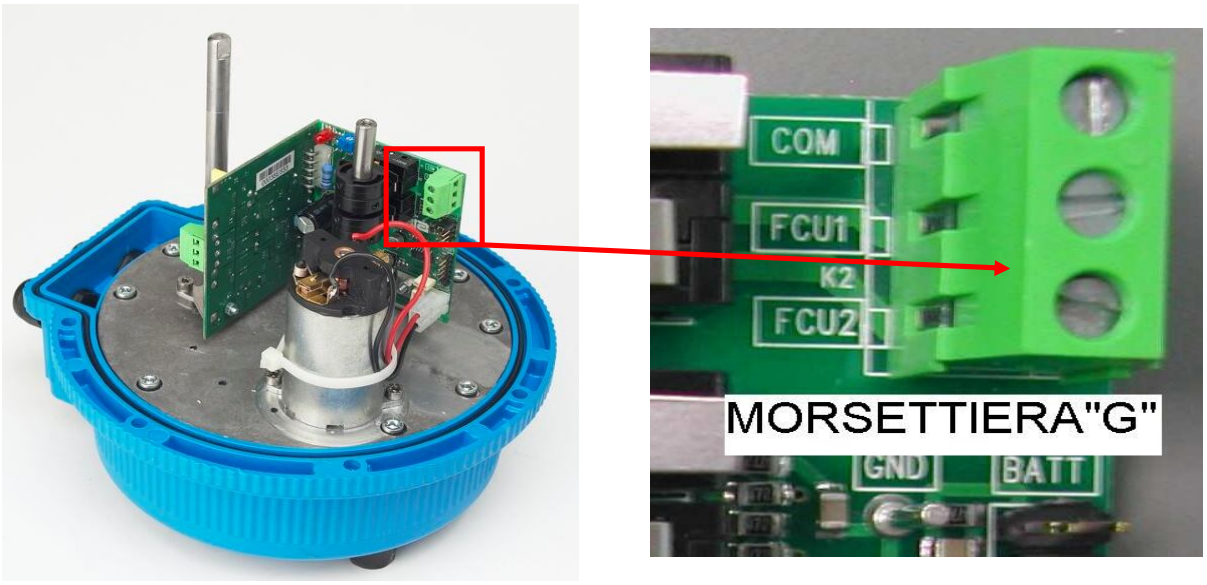

Fig.4 Scheda di controllo e particolare del morsetto “G”
- Procedere al collegamento dei cavi nell'apposita morsettiera "F" seguendo lo schema elettrico (vedi anche etichetta applicata all'interno della custodia) secondo le varie tensioni ( vedi fig. 4 )
#### 4.4 Colegamento segnali ausiliari di fine corsa (fig.4)